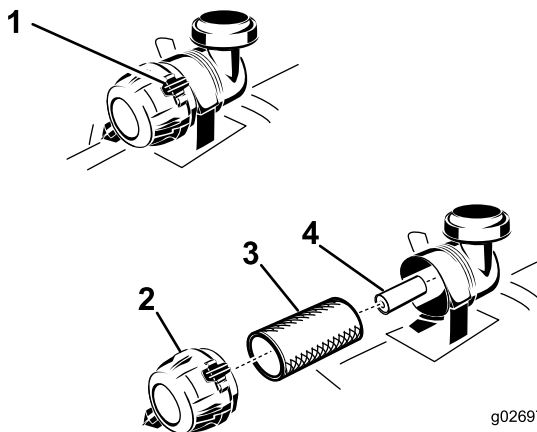

Bild 35
3. Üben Sie Druck aus, um die Halteklammern am Luftfilter zu lösen, und ziehen Sie die Luftfilterabdeckung vom Luftfiltergehäuse ab (Bild 35).
5. Schieben Sie den Hauptfilter vorsichtig aus dem Luftfiltergehäuse heraus (Bild 35).
- Setzen Sie die Luftfilterabdeckung auf (Entlüfterdeckel nach unten) und drehen sie so, dass die Halteklemmen in der Abdeckung einrasten (Bild 35).
- Wenn Sie den sekundären Luftfilter austauschen, schieben Sie ihn vorsichtig in das Filtergehäuse ein (Bild 35).
- Schieben Sie den Hauptfilter vorsichtig auf den sekundären Filter (Bild 35).